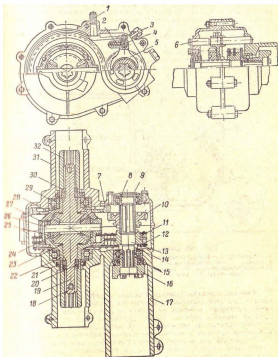

Рис. 149. Главная передача грузового мотороллера „Ватра“:
**Главная передача.** Главная передача и дифференциал (рис. 149) служат для дополнительного понижения числа оборотов, распределения крутящего момента на колеса и переключения с переднего хода на задний и обратно. Картер состоит из левой 81 и правой 17 половин, отлитых из алюминиевого сплава. Правая половина двумя приливами крепится к кронштейну ходовых валов и к двигателю.